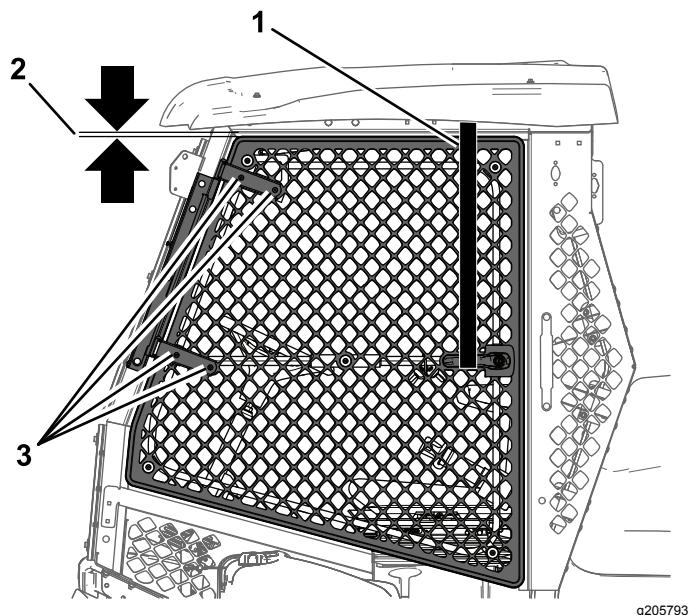

Figura 12
- Coloque uma extremidade de uma cinta de roquete na calha da estrutura superior e a outra extremidade na pega da porta (Figura 12).
- Desaperte os quatro parafusos e as quatro porcas da dobradiça da porta (Figura 12).